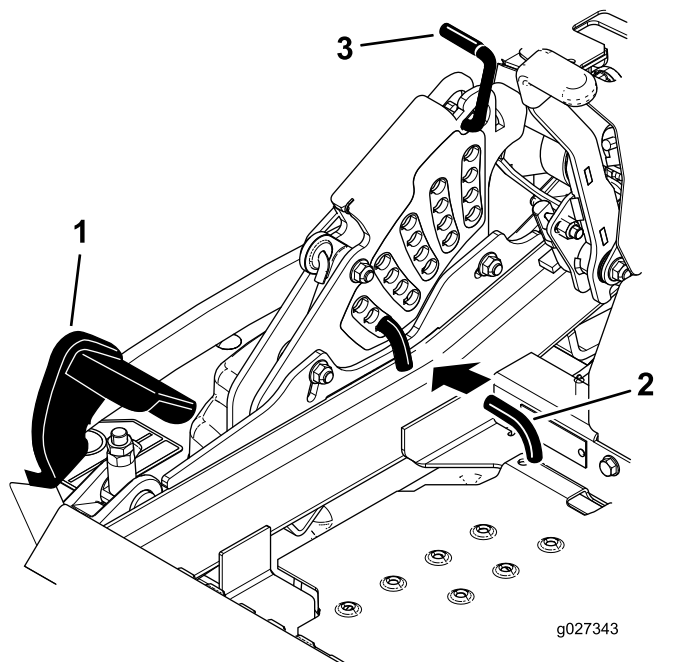

Figura 25
2. Pise el pedal de elevación de la carcasa y eleve la carcasa a la posición de transporte (que es también la posición de altura de corte de 140 mm [5½"])] como se muestra en **Figura 25**.
3. Para ajustar la altura de corte, gire el pasador 90 grados y retire el pasador del soporte de altura de corte (**Figura 25**).
4. Seleccione el taladro del soporte de altura de corte que corresponde a la altura de corte deseada, e inserte el pasador (**Figura 25**).